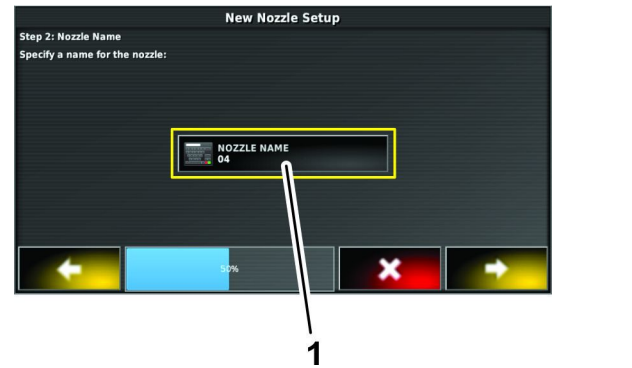

Рисунок 78
- 6. Нажмите на значок NOZZLE NAME (Название сопла) (Рисунок 78).